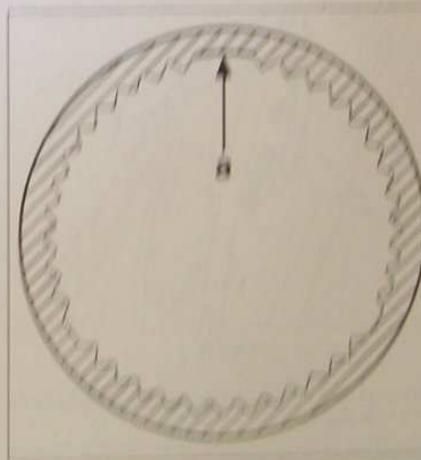

FIG. 6
• Aligner la partie sans cannelure (a) du volant avec la partie sans cannelure de la colonne de direction (fig. 6).